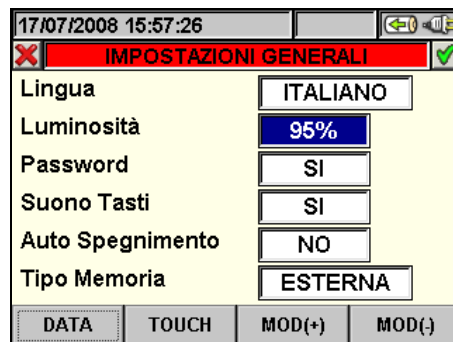

Fig. 11: Videata regolazione luminosità del display
1. Posizionare il cursore con i tasti freccia alto o basso sul campo corrispondente alla voce “Luminosità” evidenziandolo su sfondo blu, come mostrato in Fig. 11